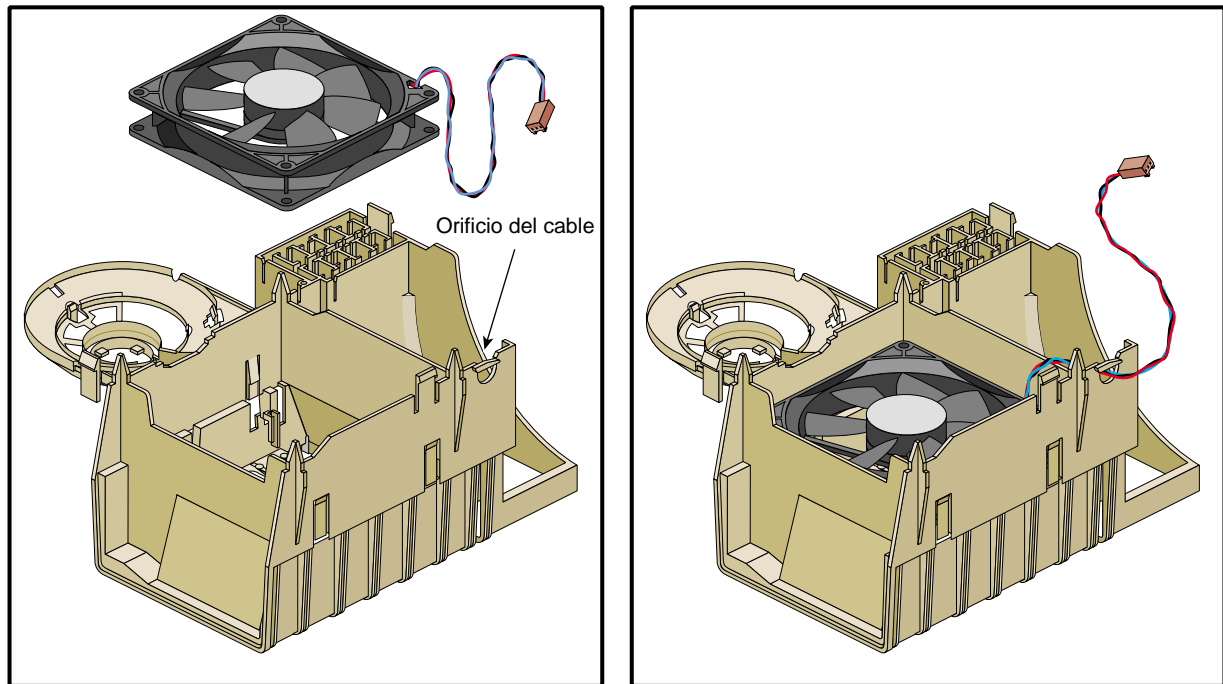

Figura 2-22 Instalación del ventilador en el marco de plástico
7. El ventilador está sujeto al marco de plástico mediante cuatro presillas de sujeción. Para retirar el ventilador del marco, coloque el marco sobre una superficie plana, orientado hacia abajo, como se muestra en la Figura 2-22.
8. Utilice un destornillador plano para presionar con suavidad en el centro del ventilador. Al tiempo que ejerce presión sobre el ventilador, tire de las presillas de sujeción de una en una para desprenderlas del ventilador. Este proceso se muestra en la Figura 2-22.
2. Introduzca el ventilador en su compartimento. Compruebe que el cable del ventilador esté junto a la ranura del marco de plástico, como se muestra en la Figura 2-22.
4. Pase el conector del cable a través del orificio colocado junto a la ranura del cable y tire el cable, como se muestra en la Figura 2-22.